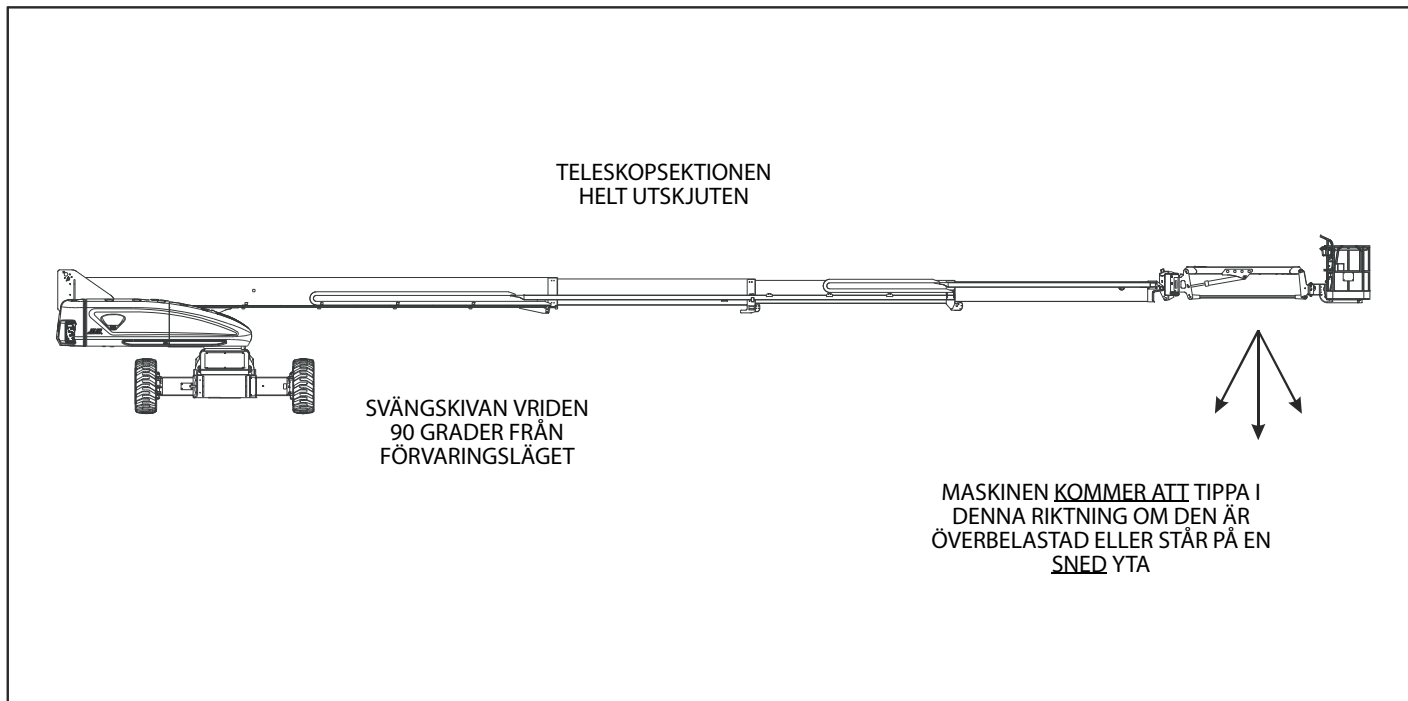
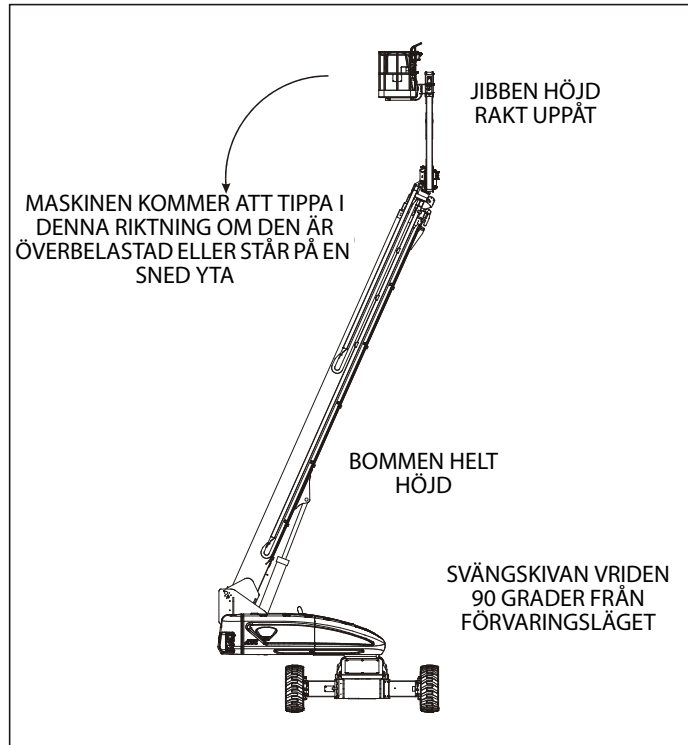

Fig. 4-2. Minsta stabilitet framåt
Fig. 4-3. Minsta stabilitet bakåt
Maskinens stabilitet baseras på två (2) villkor som kallas stabilitet FRAMÅT och BAKÅT. En maskin med minst stabilitet FRAMÅT visas i (Se Fig. 4-2.) och en maskin med minst stabilitet BAKÅT visas i (Se Fig. 4-3.)